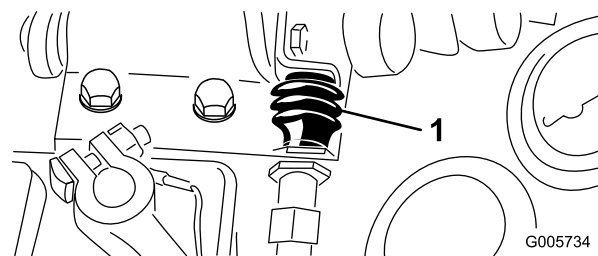

Figura 71
3. Retire a cobertura da extremidade do interruptor da tomada de força (Figura 71). Guarde essa cobertura para voltar a instalá-la. Separe os cabos do interruptor.